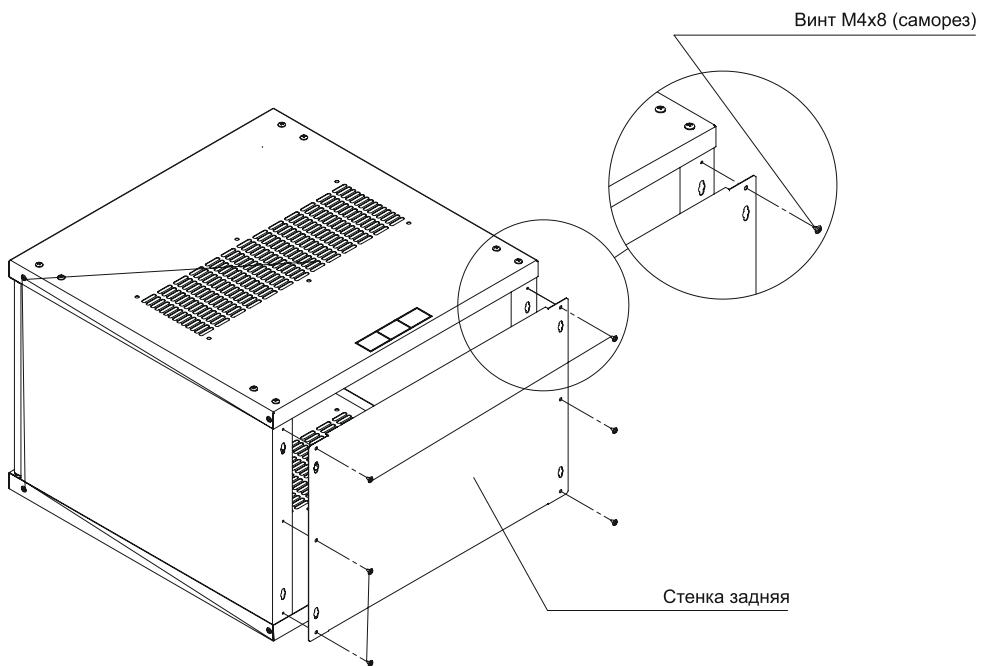

Рисунок 6
4.3.5 Установите стенку заднюю (**не входит в комплект поставки**), совместив отверстия в стенке с отверстиями на боковых рамах и зафиксировав ее шестью винтами М4х8 (Рисунок 6).